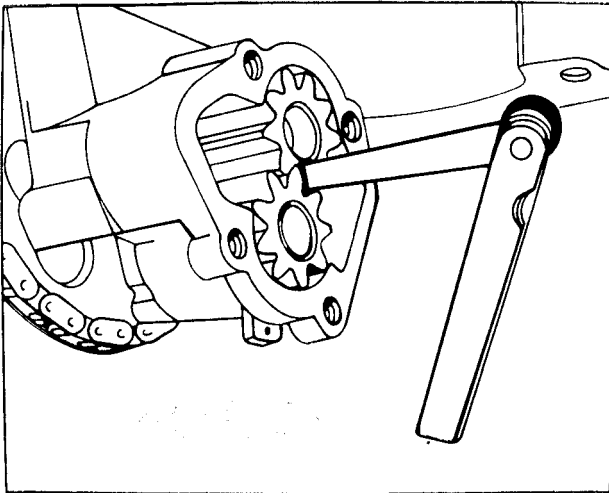

Bild M 40. Flankenspiel überprüfen
- (7) Zahnriemenrad für Nockenwelle
- (8) Zahnriemen
- (9) Zahnriemenschutz
- (10) Ölfilter
- (11) Ölpumpe
- Zahnflankenspiel überprüfen (siehe Bild M 40)